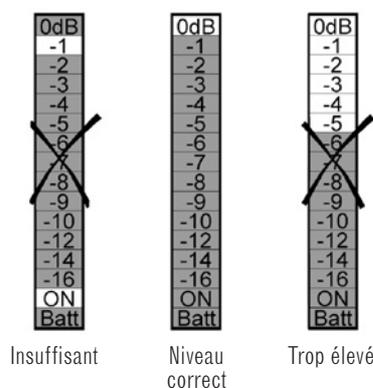

Figure 5. Réglage des niveaux woofer pour que le pic corresponde à 0dB
Pressez **Play ▶**. Pendant la lecture de la piste 3, observez les indications du sonomètre pour repérer les pics de réponse. Un pic peut se manifester par un simple flash. Réajustez la commande de niveau subwoofer ⑥ jusqu'à ce que le pic observé allume 0dB sans déclencher l'indication Hors-gamme (Figure 5).